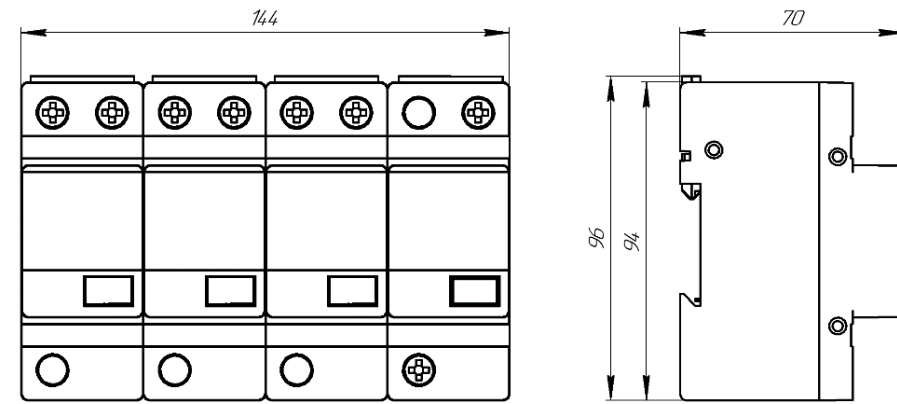
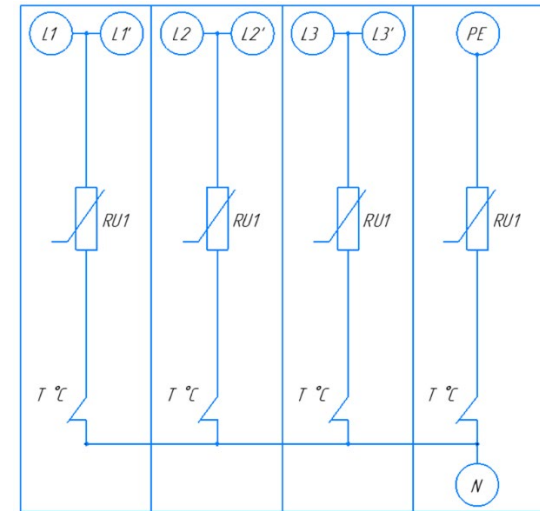

Рисунок 1 - Габаритные размеры УЗИП
Рисунок 2 - Принципиальная электрическая схема УЗИП
1.4.4 Габаритные размеры УЗИП представлены на рис. 1. Принципиальная электрическая схема УЗИП представлена на рис. 2.